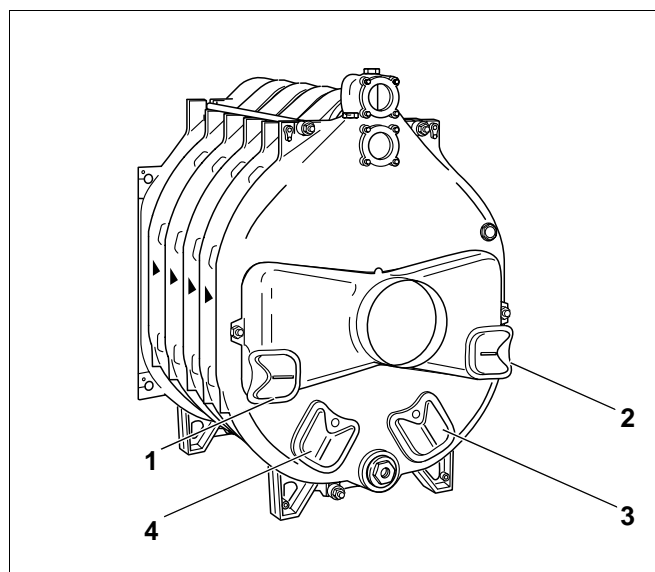

Fig. 25 Bagelement med monterede beslag
På Fig. 25 vises det færdige bagelement med rensedækslerne på røggassen (Fig. 25, **pos. 1 og 2**) og rensedækslerne på bagelementet (Fig. 25, **pos. 3 og 4**).